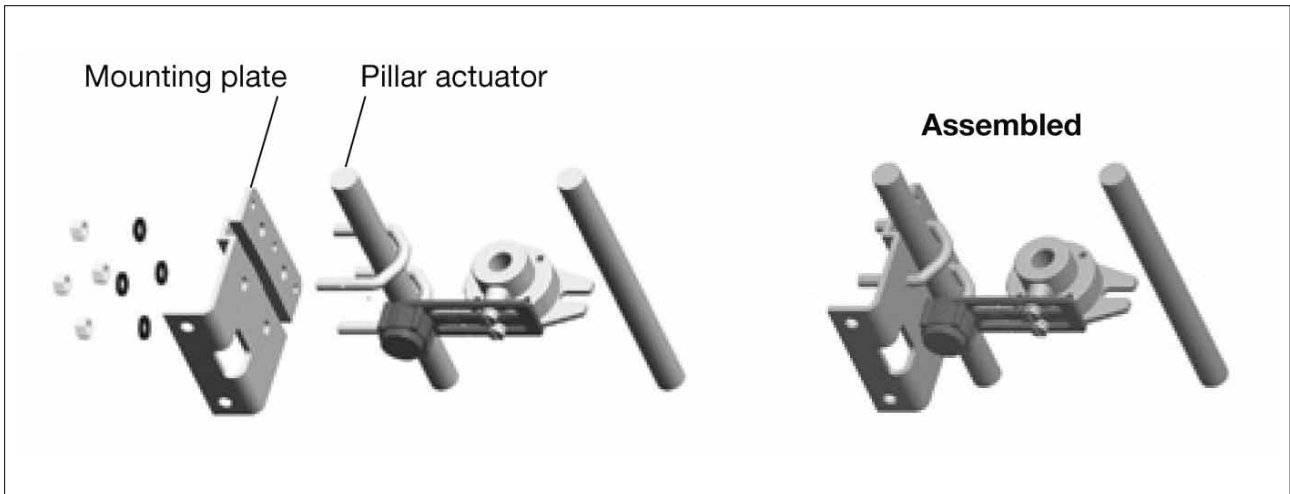
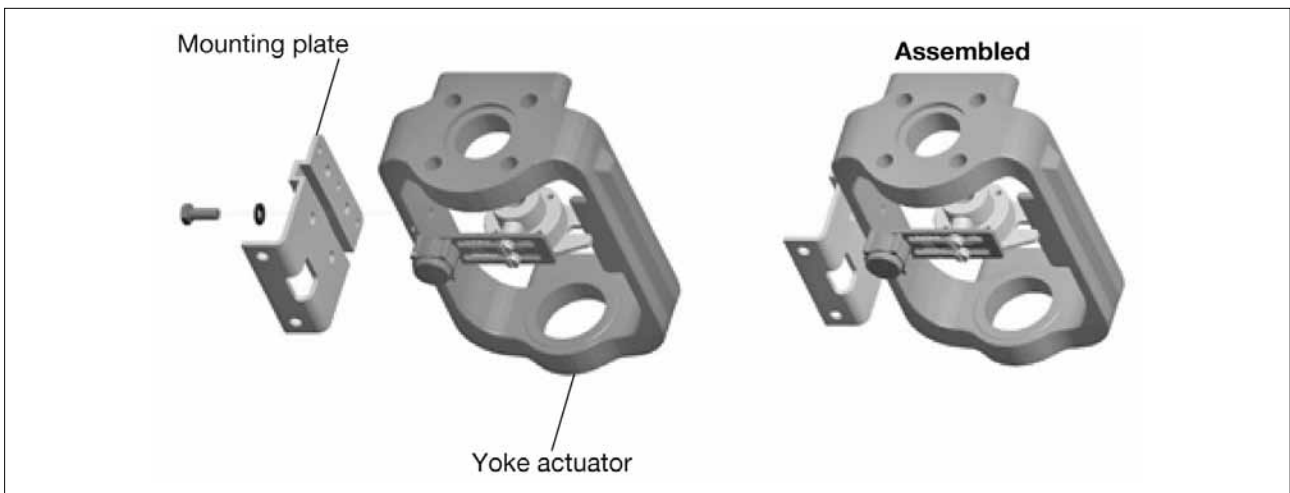

Bild 22: Montage Montageplatte an Linearantriebe mit Säule
Bild 23: Montage Montageplatte an Linearantriebe mit Laterne
4. Montageplatte locker an den Antrieb befestigen. Siehe Bild 22 für Linearantriebe mit Säule. Für Linearantriebe mit Laterne, siehe Bild 23.